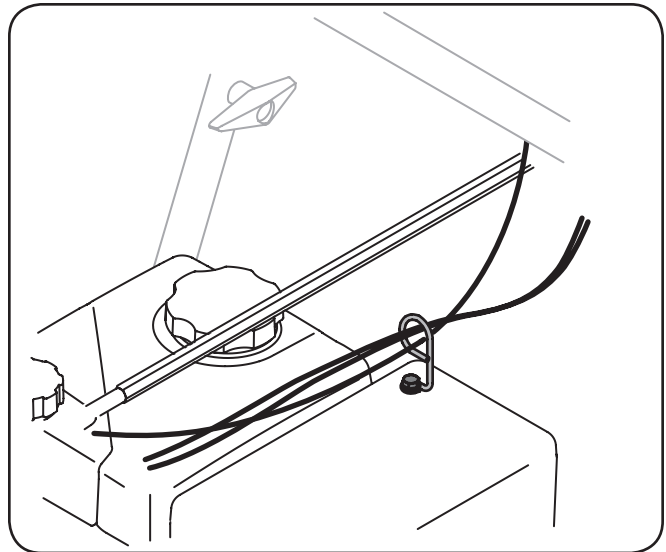

Figura 3-9
- Compruebe que todos los cables están correctamente a través de la guía de cable en la parte superior del motor. Vea la Figura 3-9.